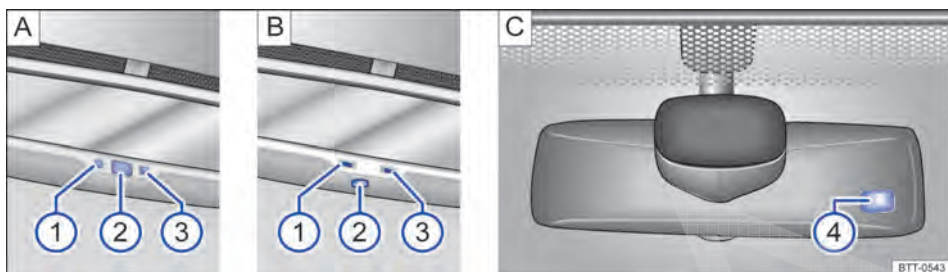

Fig. 101 No para-brisa: espelho retrovisor interno com antiofuscante automático.
Legenda para Fig. 101:
- ① Luz de controle.
- ② Interruptor.
- ③ Sensor para reconhecer a incidência de luz de trás.
- ④ Sensor para reconhecer a incidência de luz da frente.
O antiofuscamento automático pode ser ligado e desligado com o interruptor no espelho retrovisor interno $\Rightarrow$ Fig. 101 A ② ou $\Rightarrow$ Fig. 101 B ②. Com o antiofuscamento automático ligado, a luz de controle $\Rightarrow$ Fig. 101 A ① ou $\Rightarrow$ Fig. 101 B ① se acende.